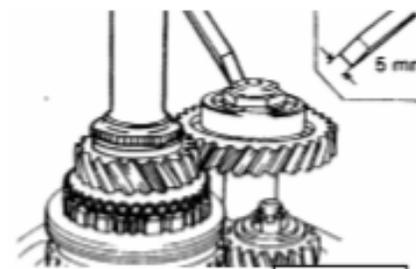

Fig. 10
- Quitar los conjuntos de sincronizadores y engranajes usando extractores y evitar golpear sus componentes. Fig. 10 y 11